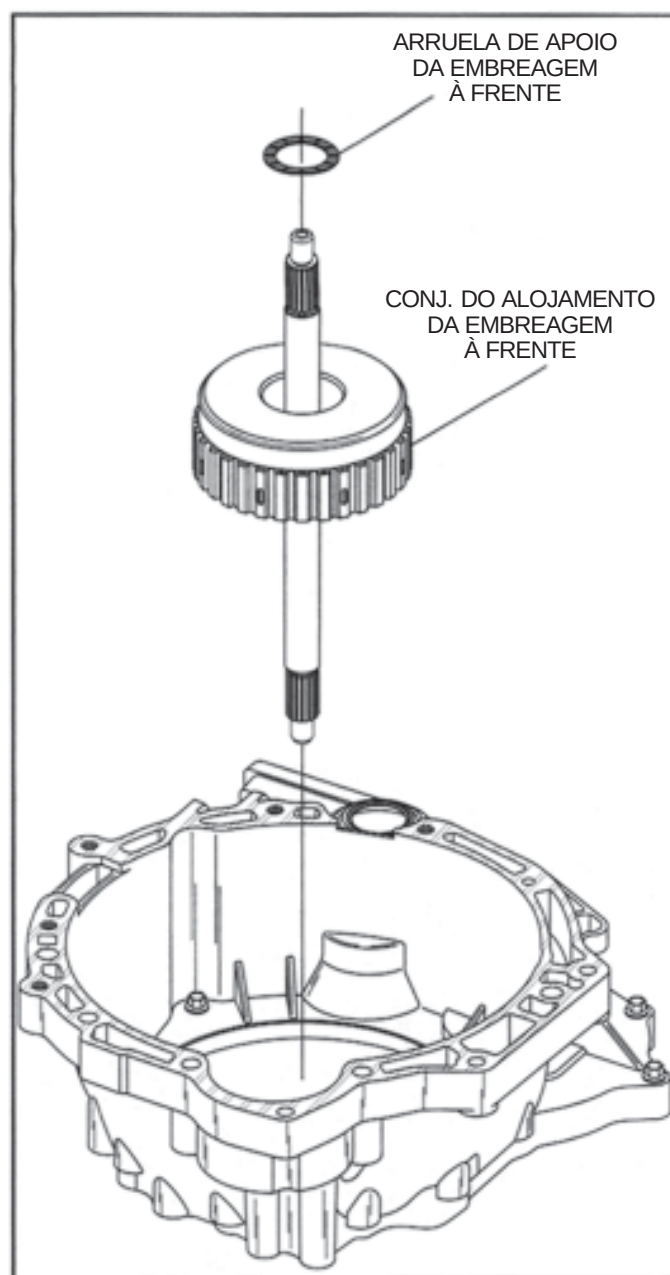

Figura 185
66. Instale o alojamento já montado da embreagem à frente, conforme ilustrado na Figura 185, girando-o para frente e para trás até que todos os discos da embreagem estejam acomodados no cubo da embreagem à frente.
67. Instale a arruela de apoio do alojamento da embreagem à frente/suporte da bomba de óleo, conforme ilustrado na Figura 185.